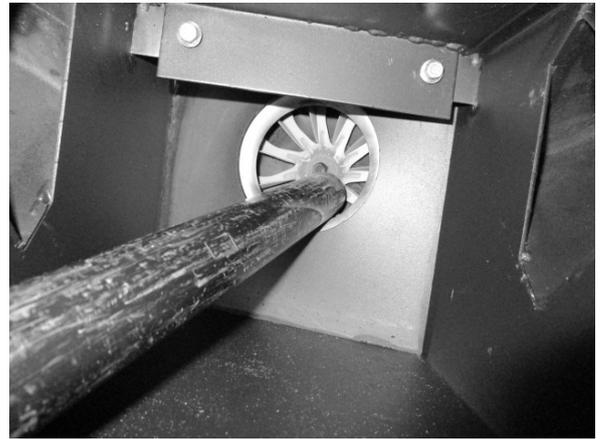

Fig. 40 - Aspirar as cinzas
- Aspirar as cinzas do ventilador de fumos (ver **Fig. 40**).